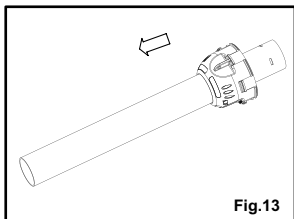

Fig. 13
- 1) Infilare la cuffia sul tubo della protezione come indicato nella Fig. 13